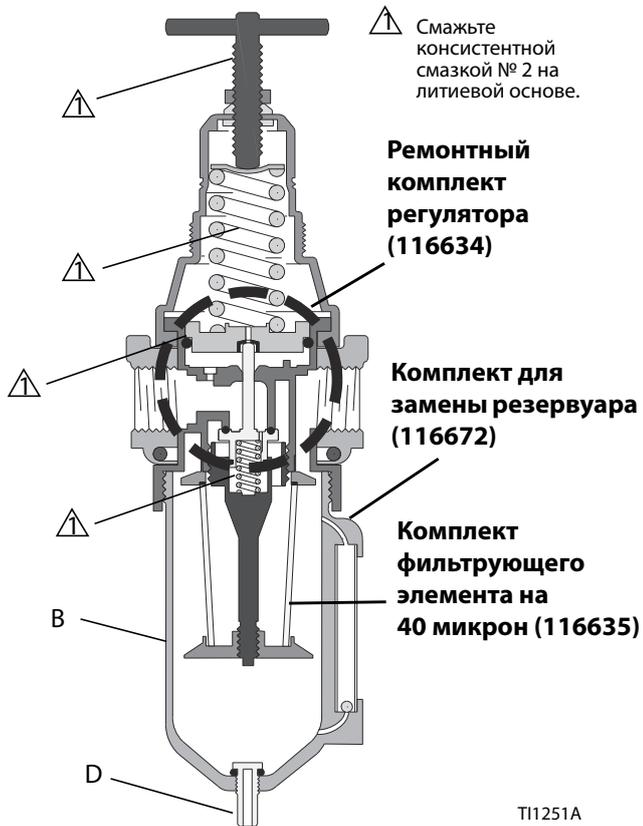

Рис. 1: ремонтные комплекты 116521 и 17C498
Каждый день удаляйте загрязняющие вещества из резервуара до того, как будет достигнут уровень перегородки. Для этого необходимо открыть дренажное отверстие (D) в нижней части резервуара (B). См. раздел Рис. 1.
Смажьте область подшипника, все уплотнительные кольца, резьбу регулировочных винтов и концы пружины консистентной смазкой на литиевой основе № 2. См. Рис. 1. Соберите регулятор.